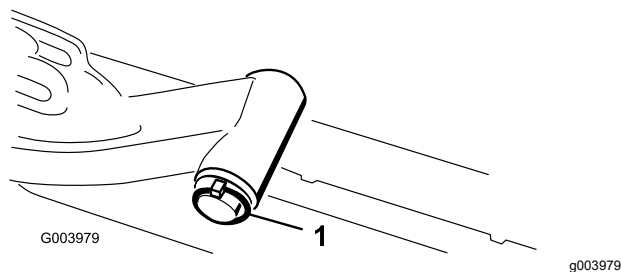

Bild 9
- A. Nehmen Sie den Klapstecker und die Scheibe ab, mit denen die Gelenkwelle des Hubarms am Hubarm befestigt ist. Schieben Sie die Gelenkwelle des Hubarms aus dem Hubarm (Bild 9).
- C. Setzen Sie die Hubarmwelle in den Hubarm ein und befestigen Sie sie mit der Scheibe und dem Klapstecker (Bild 9).